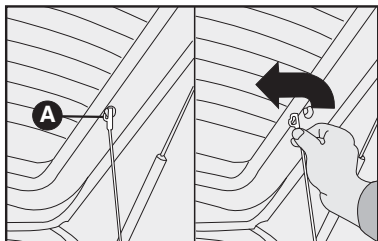

fig. 126
1) Desenganche las extremidades superiores **A-fig. 126** de los dos tirantes, desprendiéndolas de sus pernos.